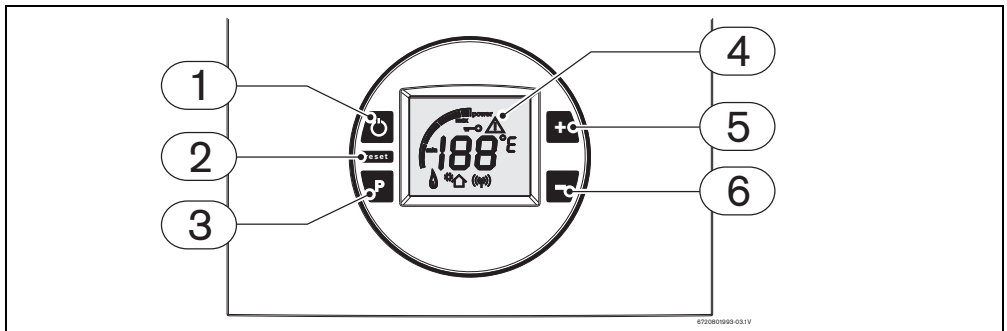

Fig. 4
Premere l'interruttore principale (Fig. 4 , pos. 1) in posizione di funzionamento (capitolo 4.3), in questo modo l'apparecchio è pronto a funzionare.
Disattivare lo scaldabagno, Fig. 4 , pos. 1 (OFF).
- ▶ Premere e mantenere premuto il tasto "P" di programmazione (Fig. 4 , pos.3), premere l'interruttore principale, Fig. 4 , pos. 1 (ON).
- ▶ Premere l'interruttore principale, Fig. 4 , pos. 1 (OFF). Il telecomando è stato attivato.